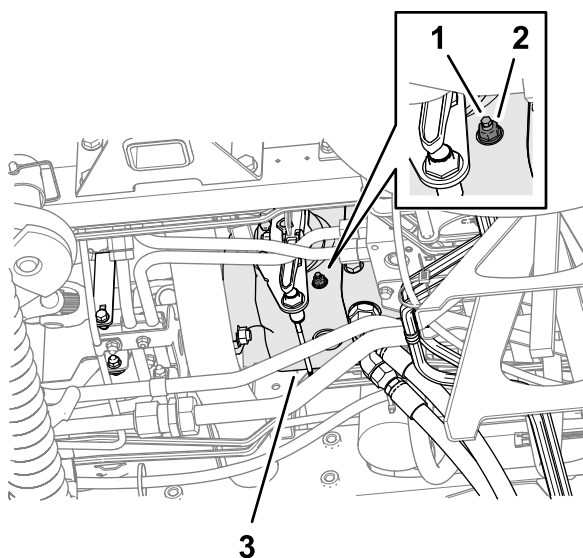

Рисунок 89
3. С нижней части машины и с правой стороны тягового насоса ослабьте контргайку, которая крепит винт регулировки возврата в нейтральное положение (Рисунок 89).